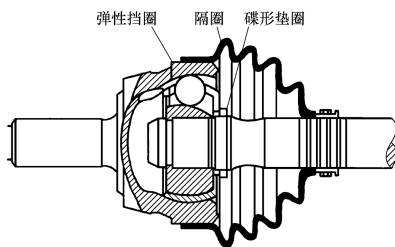

图 3-90 弹簧挡圈和碟形垫圈的安装位置
- 6) 弹性挡圈和碟形垫圈的安装位置如图 3-90 所示。